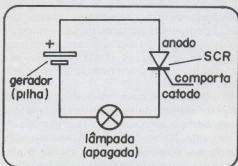

Figura 1
a) Se polarizarmos o SCR no sentido direto, ou seja, ligando o polo positivo de uma fonte de alimentação ao seu anodo, e o seu catodo ao polo negativo figura 1), deixando o eletrodo de comporta (gate) desligado, o SCR não conduzirá nenhuma corrente. Uma lâmpada ligada em série com este circuito deverá permanecer apagada.